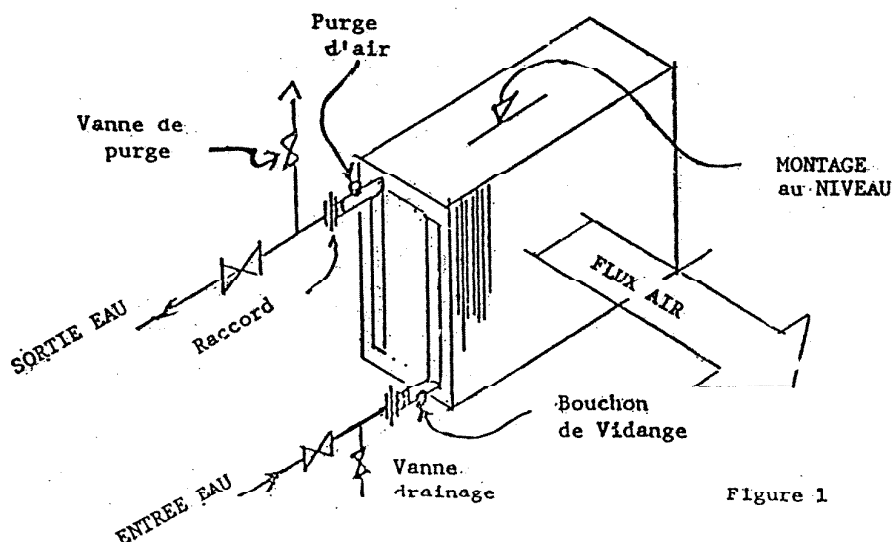

Figure 1
- 1.2) La batterie est conçue pour fonctionnement à contre courant. Elle est munie de purge sur chaque collecteur. L'entrée de l'eau est prévue au bas du collecteur et la sortie en haut pour faciliter l'évacuation de l'air. Dans la mesure du possible, la vidange et la purge sont installées respectivement au point le plus bas et au point le plus haut de la batterie (voir fig. 1). Ceci facilite l'évacuation de l'air et élimine le danger de gel durant l'arrêt de l'installation en assurant la vidange totale de la batterie.